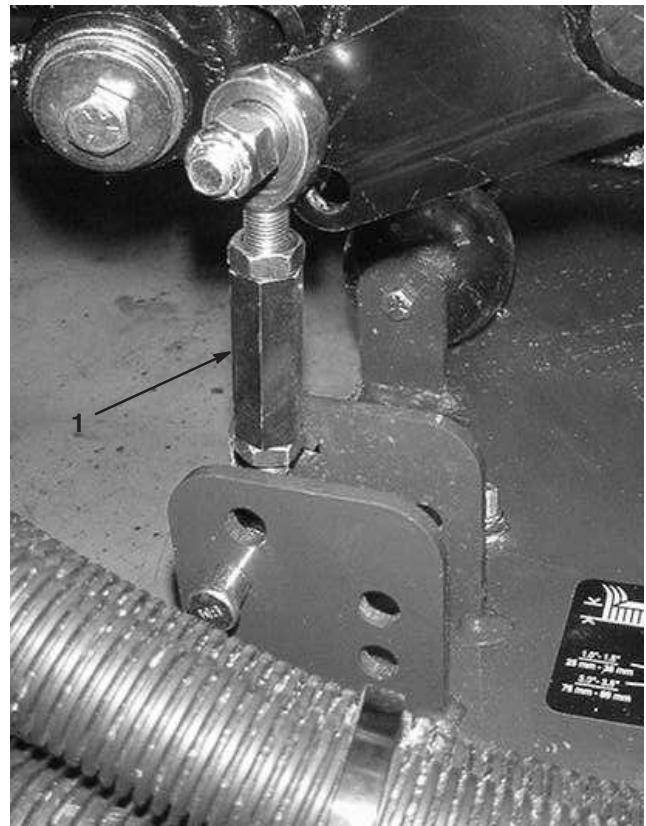
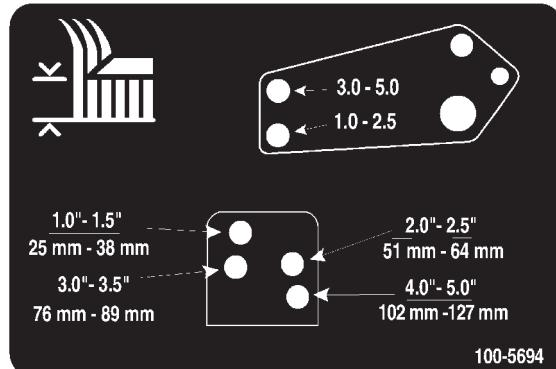

Bild 18
Bild 19
8. Entfernen Sie die Splinte und Lastösenbolzen, mit denen die Stoßdämpferverbindungen an den Mähwerkbügeln befestigt sind (Bild 18). Fluchten Sie die Stoßdämpferverbindungslöcher mit den ausgewählten Löchern im Schnitthöheneinstellbügel am Mähwerkrahmen ab (Bild 19), stecken die Lastösenbolzen ein und bringen die Splinte an.